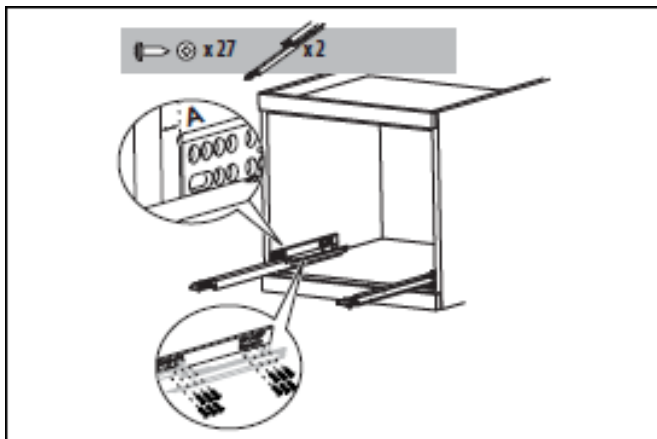

Рис. 4
- Расположите направляющие по бокам шкафа, как показано на рис. 4. Закрепите их прилагаемыми винтами, затем полностью выдвиньте направляющие.